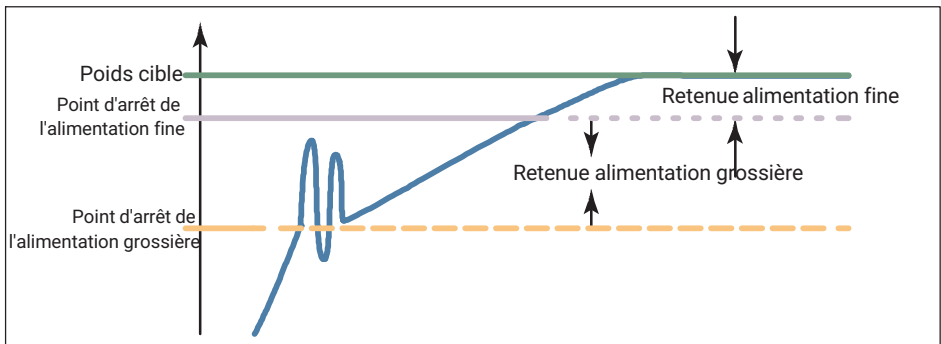

Fig. 5.5 Définition du point d'arrêt et de la retenue
**Retenue** : pour le point d'arrêt de l'alimentation grossière, vous devez soustraire la valeur de retenue du point d'arrêt de l'alimentation fine. On a (voir aussi Fig. 5.5 à la page 41) :
**Retenue** : pour le point d'arrêt de l'alimentation fine, vous devez soustraire la valeur de retenue du point cible. On a (*voir aussi Fig. 5.5*) :